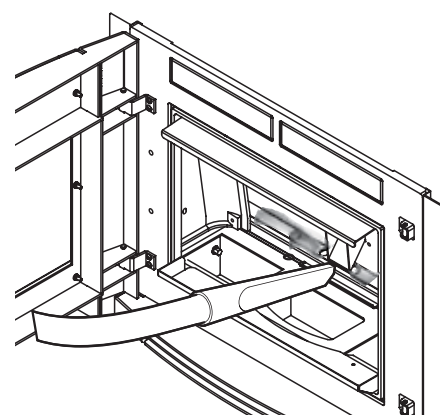

Fig.15.8
- 3) Mit einem Sauger die eventuell an der Wand hinter der Rückwand angesammelte Asche oder Ruß beseitigen (Abb.15.8)